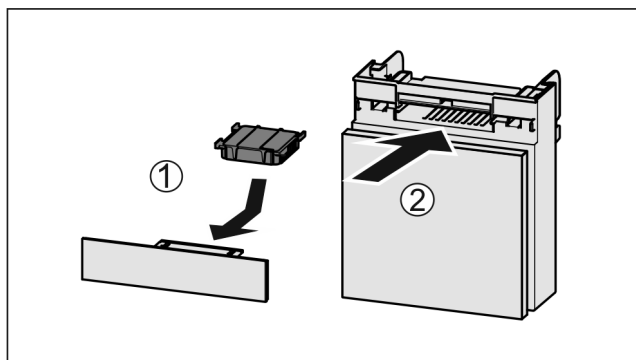

Fig. 158
- ▶ Umetnite filtara s aktivnim ugljenom kao što je prikazano na slici Fig. 158 (1).
- ▶ Umetnite pretinac Fig. 158 (2).